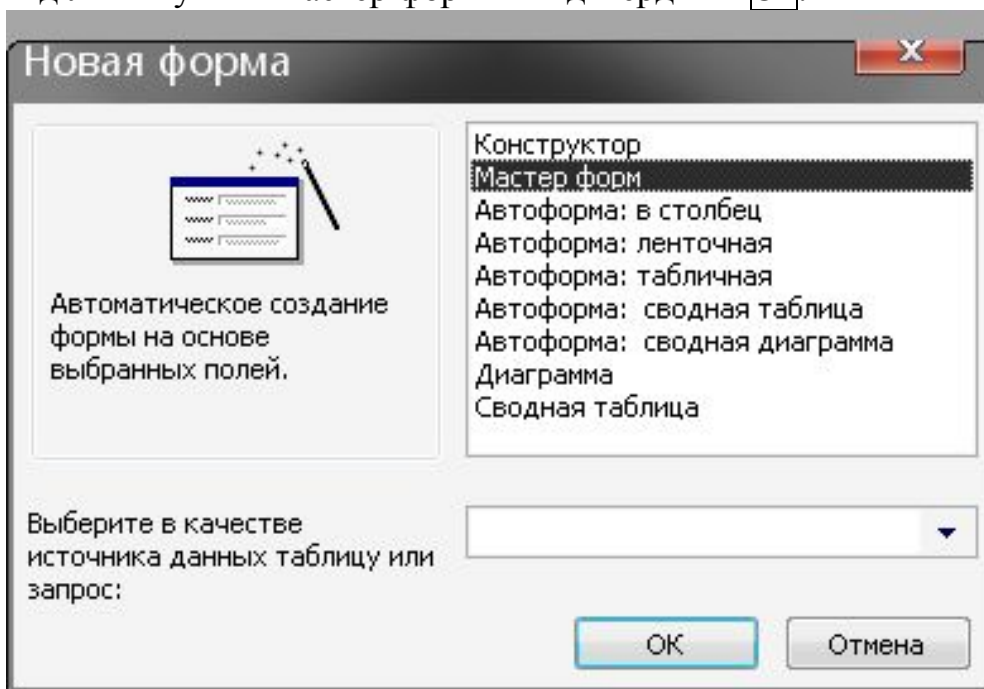

Рис. 2.11 – Вікно створення форми
1. На вкладці "Формы" відкритої Бази даних натиснути кнопку **Создать**, з'явиться вікно "Новая форма" як показано на рис. 2.11, а потім виділити пункт "Мастер форм" і підтвердити **Ок**.